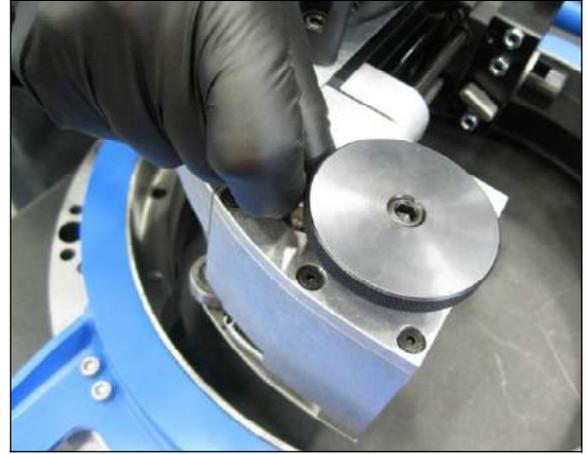

FIGURE 3-20. ALIGNER LE CORPS DE LA GLISSIÈRE SUR L'ENCOCHE DE LA CAME (FF1200 ILLUSTRÉE)
3. Tourner et maintenir la clé de libération de la came dans le sens horaire (Figure 3-20).